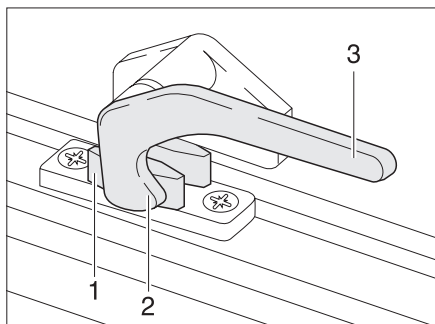

Bild 23 Verriegelungshebel in Stellung „geschlossen“
- ▶ Den Verriegelungshebel (Bild 23,3) eine viertel Umdrehung zur Fenstermitte hin drehen.
- ▶ Den Verriegelungshebel (Bild 23,3) eine viertel Umdrehung zum Fensterrahmen hin drehen. Die Verriegelungsnase (Bild 23,2) liegt auf der Innenseite der Fensterverriegelung (Bild 23,1).
- in Stellung „fest verschlossen“ (Bild 23)